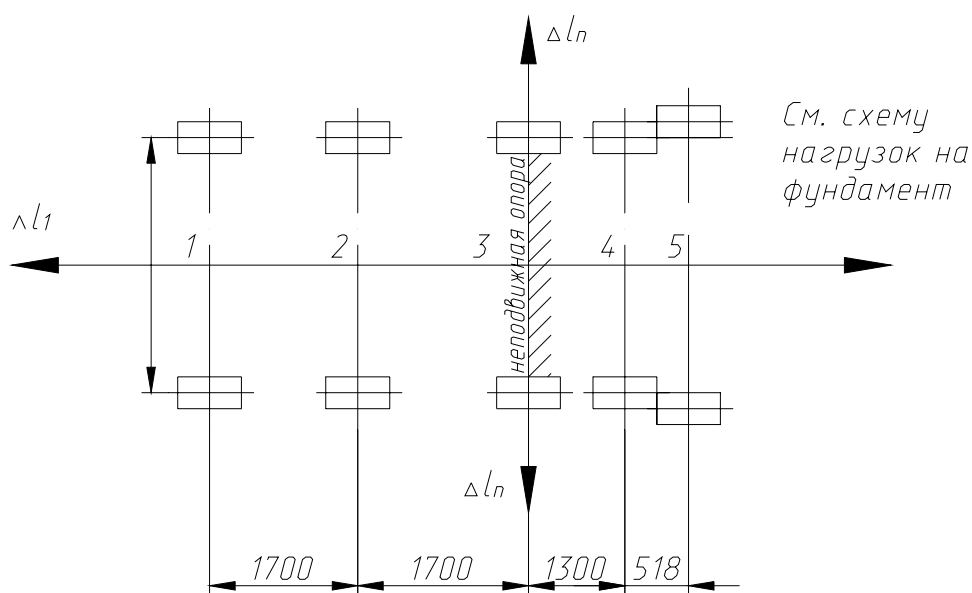

Рис.1
5.4. Сдвиньте нижние плиты опор топочного блока в сторону фронта и к наружным сторонам котла с учетом тепловых расширений котла (см. рис.1).
5.8. Сдвиньте нижние плиты опор конвективного блока к задней стенке и к наружным стенкам котла с учетом тепловых расширений котла (см. рис.1).
5.9. Установите репера у опор №1 и №5 (см. рис. 1).